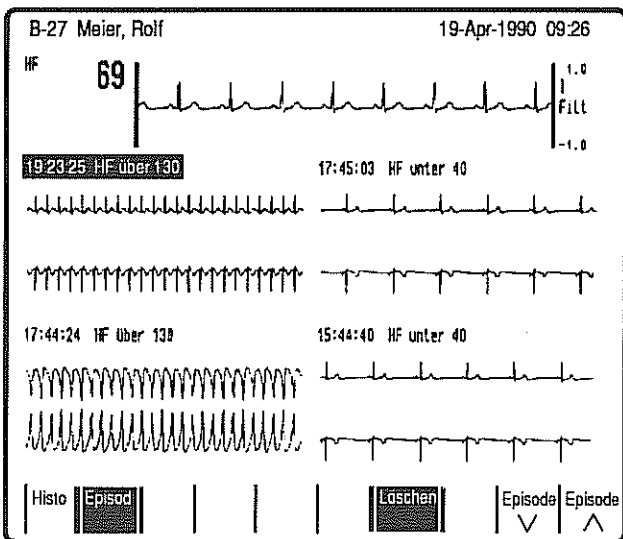

Bild 8
- * Drücken Sie Taste **F7 Löschen**; die Zeitan-gabe der jüngsten Episode erscheint hell hinterlegt (Bild 8).